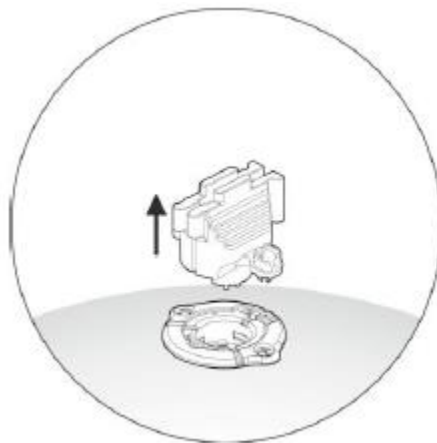

IMAGEN 8: Levante el soporte de tornillos
6. Levante el soporte de tornillos (Imagen 8).